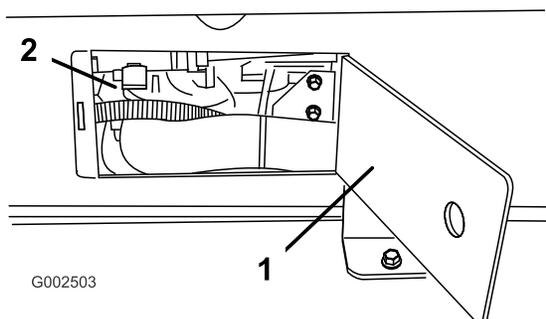

Figura 22
11. Usate gli sportellini di accesso su entrambi i lati del telaio di supporto del serbatoio per controllare flessibili e cablaggio (Figura 22).